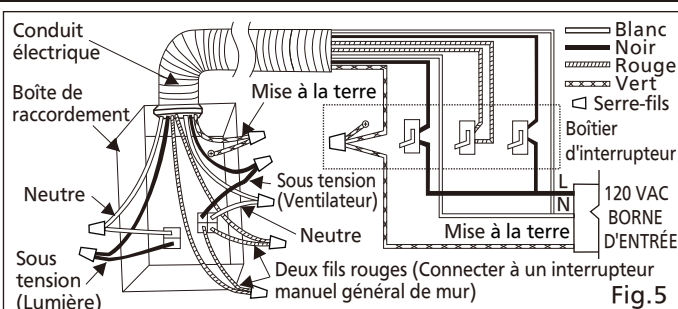

Fig.5
7. Reportez au schéma de câblage à la page 5. Respectez les codes de sécurité électrique locaux ainsi que le code électrique national. Avec des serre-vis approuvés UL, connectez les fils d'alimentation domestique aux fils du ventilateur. (Voir Fig.5)